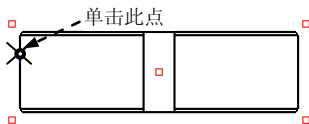

图 3.8.24 选取边界中心点
(1) 此时系统提示 选择新的参考点. 单击“确定”完成., 在投影视图的边线上选取一点 (如果不在模型的边线上选取点, 则系统不认可), 这时在选取的点附近出现一个十字线, 如图 3.8.24 所示。